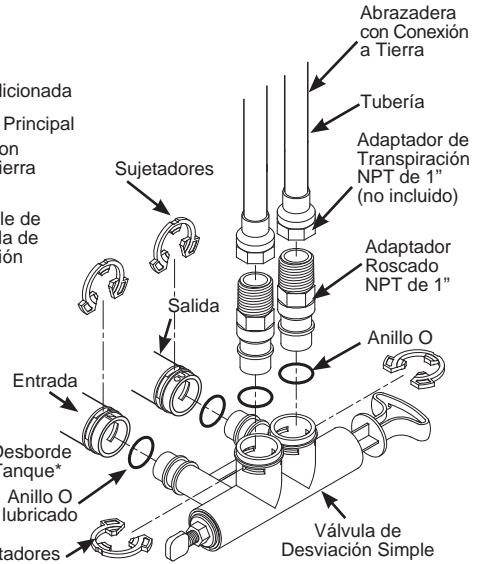

Figura 7
1. Retire dos abrazaderas de las puertas de entrada y salida de la válvula del suavizante de agua y visualmente controle y retire cualquier escombros; (consulte la Figura 7).
3. Si aún no se realizó, coloque una cobertura luminosa de grasa de silicona (a condición de que) en los anillos o de desviación simple; (consulte la Figura 7).